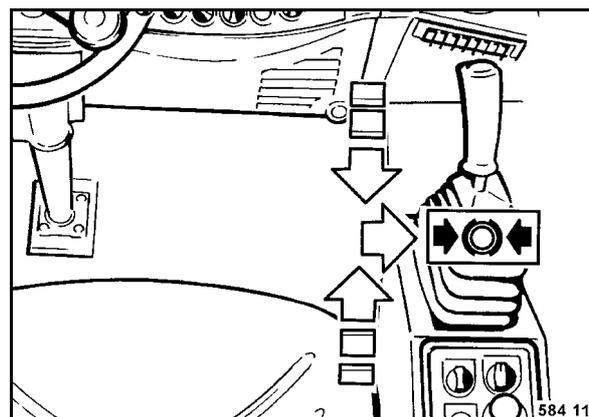

Рис. 48
- Проверить, зашел ли рычаг движения (Рис. 48) вправо в тормозное положение.